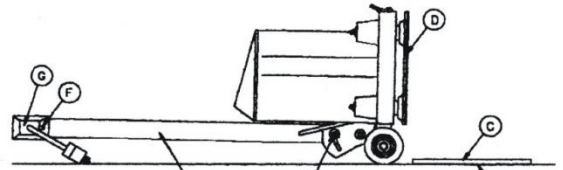

Fig. 4
Tilt the tool back 90degrees, see FIG. 4. Place the pad (B) and the fiber pad (C) on the floor facing the vibrating plate (D) as shown in FIG.4. Tilt back the tool on the fiber pad (C), see FIG. 5.
Basculez l'outil de 90 degrés vers l'arrière, voir FIG. 4. Placez le tapis de fibre (B) sur le plancher vis-à-vis la plaque vibrante (D), voir FIG. 4. Replacez l'outil sur le tapis de fibre (B), voir FIG.5.
Inclinar de nuevo la herramienta 90degrees, véase la FIG. 4. Coloque la almohadilla de fibra (B) de uso de la palabra frente a la placa vibrante (D) como se muestra en la FIG. 4. Inclinar de nuevo la herramienta en la almohadilla de fibra (B), véase la FIG. 5.